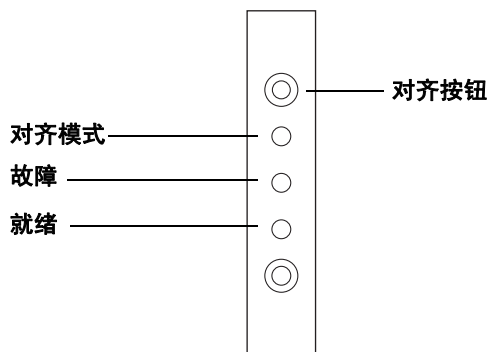

图 105 对齐进样塔
- 4 使用细长物品按下指示灯上方凹进的**对齐**按钮。避免接触凹孔内的按钮后面或周围（图 105）。